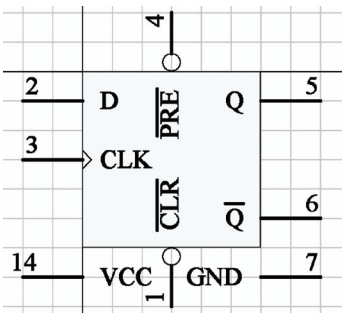

图 3-90 绘制电源引脚后的元器件图
7) 绘制隐藏的引脚, 通常在电路图中会把电源引脚隐藏起来。所以绘制电源引脚时, 需要将其属性设置为“Hidden”(在元器件属性对话框中设置)。本实例分别绘制两个电源引脚: 14 为“VCC”, 7 为接地“GND”, 引脚的电气类型均为“Power”, 并选中“Hidden”复选框(将电源引脚隐藏)。绘制了这两个引脚后的图形如图 3-90 所示。
说明: 图 3-90 显示了 $\overline{\text{PRE}}$ 和 $\overline{\text{CLR}}$ 引脚名, 因为此时将元器件管理器的“Hidden Pins”复选框选中了, 这样有助于绘制电源引脚图。